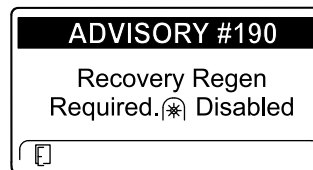

Рисунок 48
- Требуется восстановительная регенерация — механизм отбора мощности выключен, ИНФОРМАЦИОННОЕ СООБЩЕНИЕ № 190 (Рисунок 48)